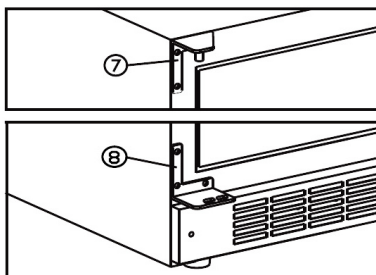

fig. 5.4
- Montez les charnières supérieure et inférieure gauches (7 + 8) fournies. Voir fig. 5.4.
- Remontez l'axe de porte précédemment démonté (3) dans la charnière inférieure.
- Montez la porte dans la charnière supérieure vers (7) l'axe de porte (3), serrez l'axe de porte (1).